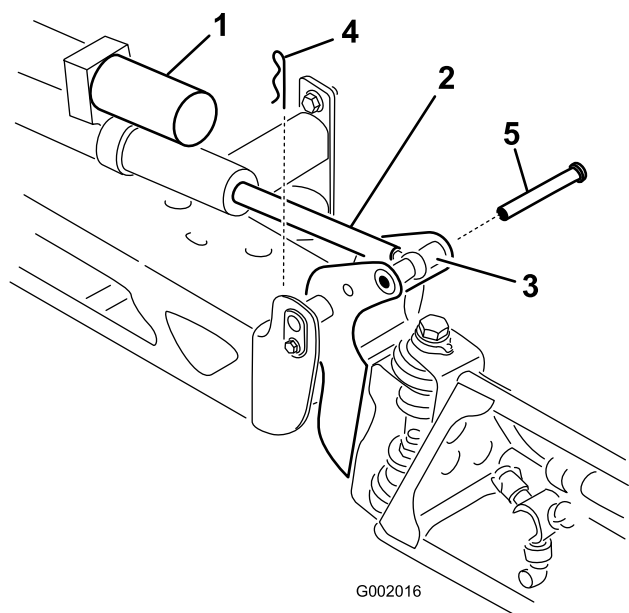

Figura 43
2. Togliete la coppiglia dal perno di articolazione (Figura 43).
3. Sollevate la barra e togliete il perno (Figura 43). Abbassate lentamente la barra al suolo.
6. Alzate la barra per allineare il perno con l'asta dell'attuatore. Tenete ferma la barra e inserite il perno attraverso il perno della barra e l'asta dell'attuatore (Figura 43).